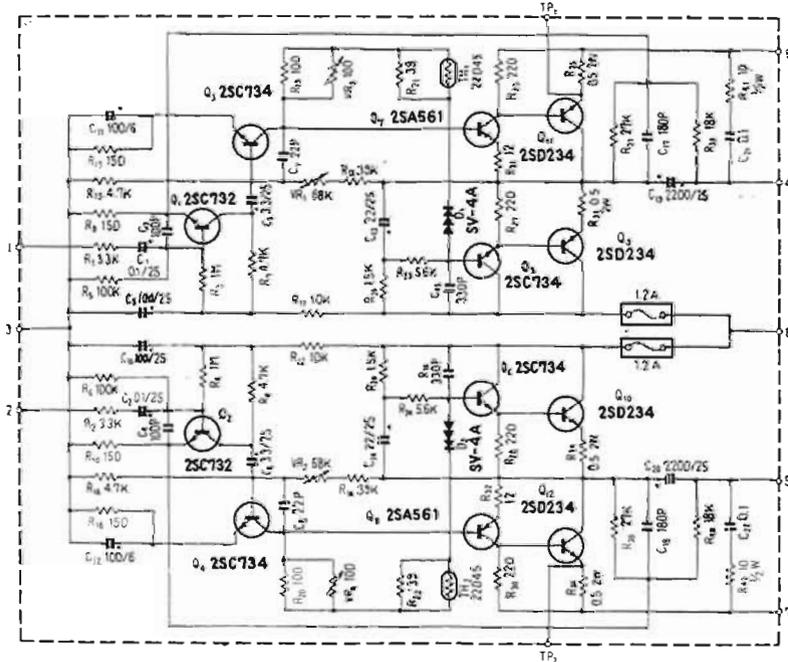

Fig. 4
c) L'amplificateur de puissance (Fig. 4).